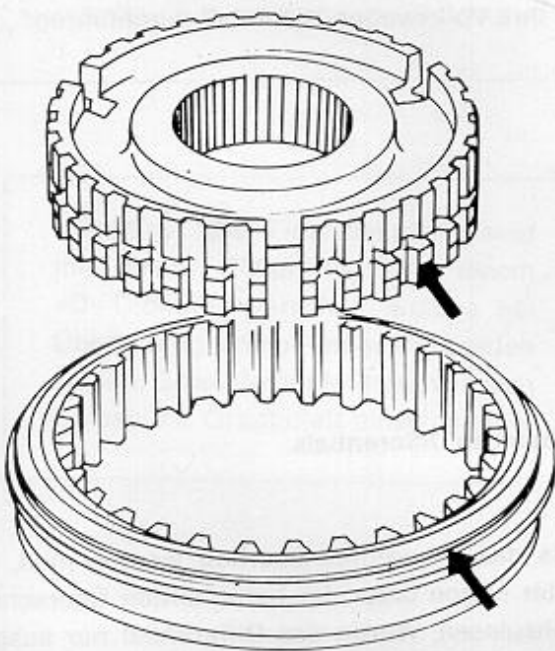

Bild 76
- Beim Zusammensetzen des Synchronkörpers sind verschiedene Montagestellungen zu versuchen, um ein einwandfreies Gleiten der Muffe zu erzielen, ohne viel Flankenspiel zu erhalten. Die Nabe ist mit einer Rille versehen, die an den Verzahnungen auf einer Seite sichtbar sind. Die Schiebemuffe ist mit einer Rille in der Außenkante versehen. Diese Rillen sind in Bild 76 gezeigt und beim Zusammenbau des Synchronkörpers müssen sich diese beiden Rillen gegenüber stehen.
HINWEIS: Wenn der Synchronkörper aufgepreßt ist, muß die in Bild 76 gezeigte Rille in der Synchronnabe zur Außenseite der Welle, d. h. zum Gangrad des vierten Ganges weisen.